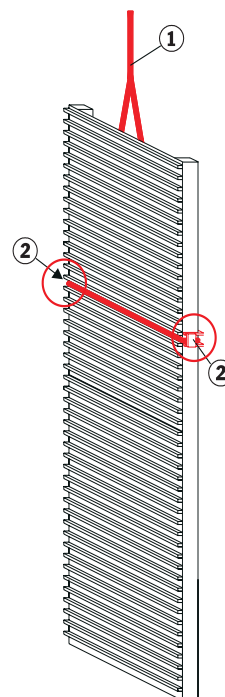

Рис. 14: Оборачивание троса вокруг боковой панели
- 1 Оберните трос (1) вокруг боковой панели на уровне 2/3 высоты, как показано на рисунке (рис. 14), и затяните трос, так чтобы он не мог соскользнуть.